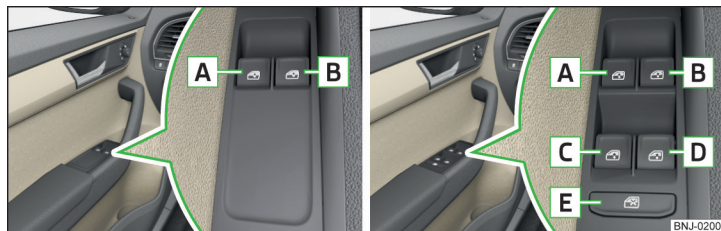

Fig. 39 Tastele macaralelor geamurilor: Varianta 1/varianta 2
În funcție de echipare, se pot opera geamurile din față - **Varianta 1**, respectiv geamurile din spate - **Varianta 2** » fig. 39 prin apăsarea/tragerea tastelor din portiera șoferului.
Geamul șoferului poate fi deschis/închis complet automat la **Varianta 2** » fig. 39 presând sau trăgând tasta până la capăt. Geamul se oprește la o nouă presare/tragere a tastei.
- **Varianța 1** a macaralei electrice a geamului » **fig. 39 la pagina 52 nu dispune de** limitarea forței. Geamurile trebuie închise cu atenție - pericol de accidentare!
- **Geamul pasagerului din față de la Varianța 2** a macaralei electrice a geamului » **fig. 39 la pagina 52 nu dispune de** limitarea forței. Geamul trebuie închis cu atenție - pericol de accidentare!